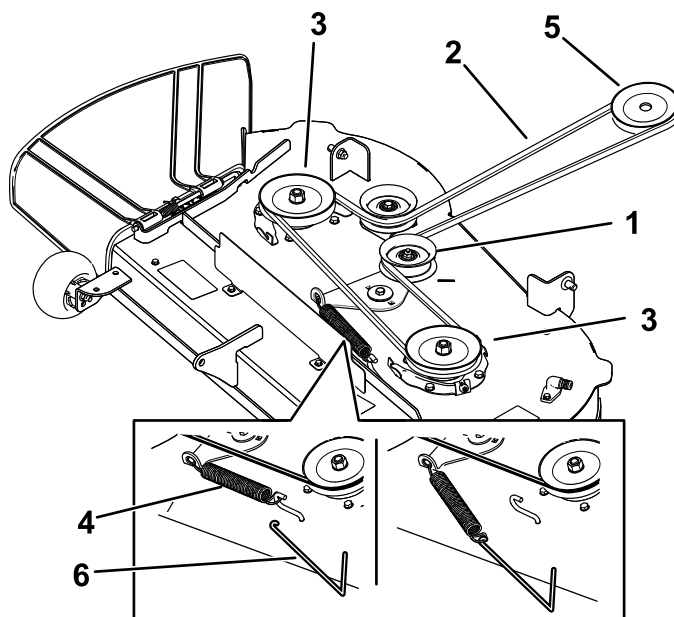
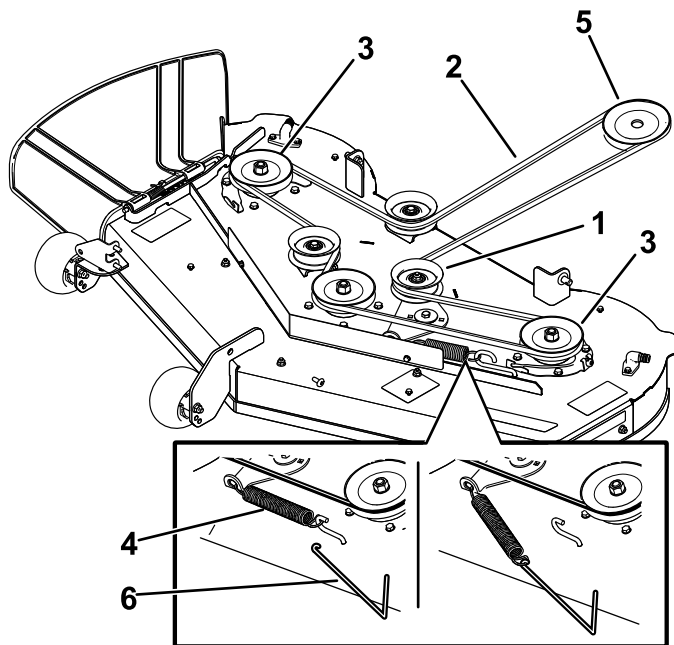

Figura 54
Figura 55
5. Usando una herramienta para la retirada de muelles (Pieza Toro N° 92-5771), retire el muelle tensor del gancho de la carcasa para eliminar la tensión de la polea tensora, y retire la correa de las poleas (Figura 54 o Figura 55).
6. Enrute la correa nueva alrededor de las poleas del motor y del cortacésped (Figura 54 o Figura 55).
7. Usando una herramienta para la retirada de muelles (Pieza Toro N° 92-5771), instale el muelle tensor sobre el gancho de la carcasa y tense la polea tensora y la correa (Figura 54 o Figura 55).